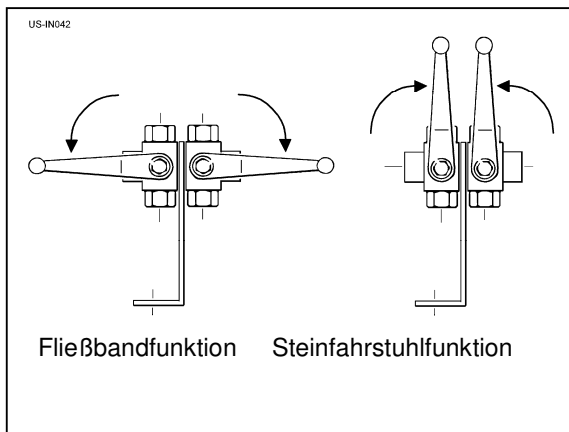
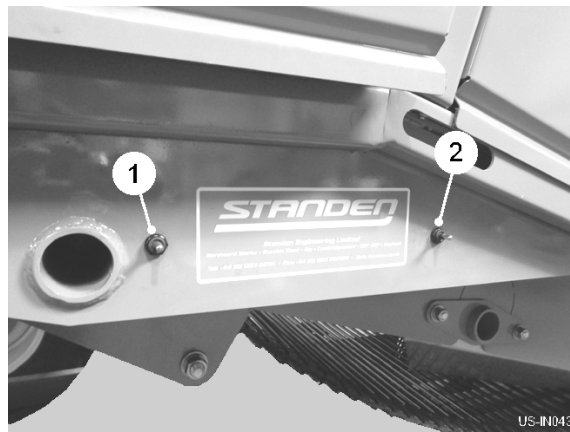

Fig 16
Fig 17
Steinfahrstuhlfunktion wird ausgewählt, indem man die Ventile (see fig 16) hinter der dritten linken Handtür verändert. Das Falten / entfaltend sich vom Steinfahrstuhl wird von den zwei externen Knöpfen (item 1 & 2, fig 17) auf der rechten Seite der Maschine kontrolliert.
Um den die Ventilgriffe gesetzten Steinfahrstuhl zu entfalten wie (see fig 16) gezeigt.
Verändern Sie die Ventile zu 'Fließband'-Funktion (see fig 16). Benutzen Sie die Knöpfe (item 1 & 2, fig 17) um die Lücke zwischen dem Gürtel und den Steinfahrstuhl-Flügen zu schließen. Machen Sie bestimmt, daß die Flüge nicht während der Bedienung in Kontakt mit dem Fließband kommen.